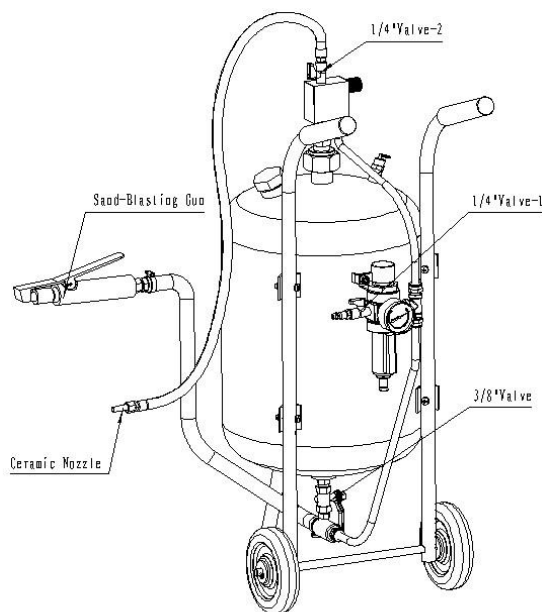

Figure 3
7. Stäng av luften från maskinen, vrid kvartal-tums ventil 1 (bild 3) till upprätt och ta loss luftslangen när du avslutar användningen. Öppna försiktigt kvartal-tums ventil 1 på nytt för att frigöra trycket i behållaren. Stäng kvartal-ventil 1 (bild 3), kvartal-ventil 2 (bild 3) och 3/8 tums-ventilen (bild 3) för att hålla fukten borta från behållaren.
13. Kontrollera rätt arbetstryck. Avbryt användningen och ta bort lufttrycksanslutningen om säkerhetsventilen (40) inte utlöses vid ett tryck på 8.6 bar (125 psi).
3. I bild 3 visas en färdigt monterad produkt.
1. Koppla fast kompressorns hankoppling i apparatens hankoppling (30), starta kompressorn och öppna kvartal-tums ventil 1 (bild 3).
2. Tryck på blästringspistolens (11) avtryckare när trycket är på ca. 6,9 bar (100 psi), så att luft flöder igenom den.
3. Håll avtryckaren nere och öppna försiktigt 3/8 tums ventilen (bild 3) så att skurmedlet börjar flöda ut ur pistolen.
4. Justera 3/8 tums ventilen (bild 3) så att vald mängd skurmedel flöder ut ur pistolen.
1. Håll blästringspistolens avtryckare nertryckt och stäng 3/8 tums ventilen (bild 3).
1. Koppla kompressorn i hankopplingen (30).
2. Starta kompressorn och öppna kvartal-tums ventil 1 (bild 3).
3. Öppna kvartal-tums ventil 2 (bild 3) för att frigöra skurmedlet när trycket nått 6,9 bar (100 psi).
4. Rikta sodamunstycket (bild 3) mot de delar som skall sodablästras. Du kan justera mängden av soda med att vrida på justeringsvredet. (Medsols för att öka mängden, motsols för att minska).
1. **VARNING!** Stäng kompressorn innan kontroll, underhålls- eller rengöringsarbeten. Stäng kvartal-tums ventil 1 (bild 3) och kvartal-tums ventil 2 (bild 3). Frigör tankens (7) tryck med att öppna säkerhetsventilen (40). Kontrollera att tryckmätaren visar på noll. Ta loss kompressorns slang från hankopplingen (30).